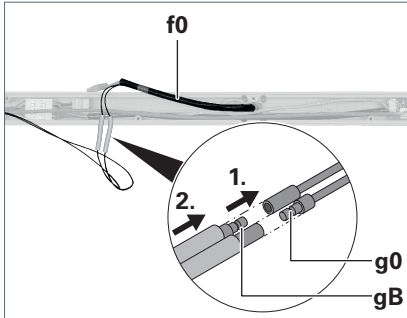

Fig. 9: Antenne anschließen.
4. Verbinden Sie die Antennenleitungen **g0** aus der Versorgungsleitung **f0** mit den Antennenleitungen **gB** im Querträger, siehe Fig. 9.